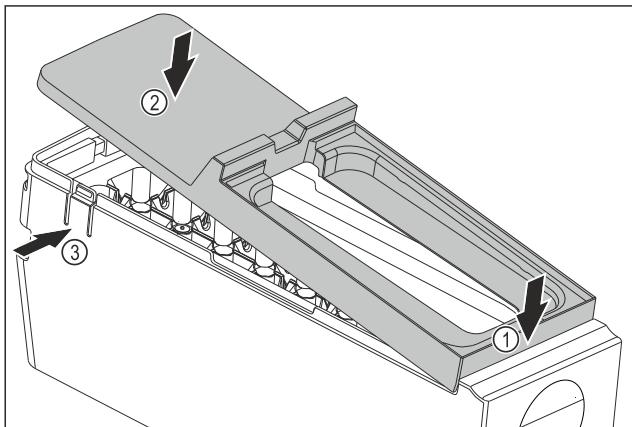

Fig. 109
- Смонтируйте крышку корпуса EasyTwist-Ice: Установите крышку спереди. Fig. 109 (1)
- Опустите крышку сзади. Fig. 109 (2)
- Крышка со щелчком фиксируется в накладках Fig. 109 (3).